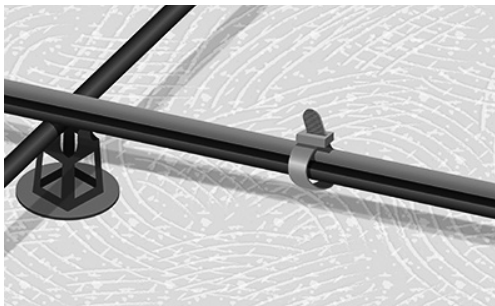

Abb. 5. Kabel angeschlossen. Kabelbinder sind locker und nicht an den Verbindungen
6. Rollen Sie das Heizkabel ab und befestigen Sie das Heizkabel unterwegs Weges an der Bewehrungsmatte (Abb. 5).